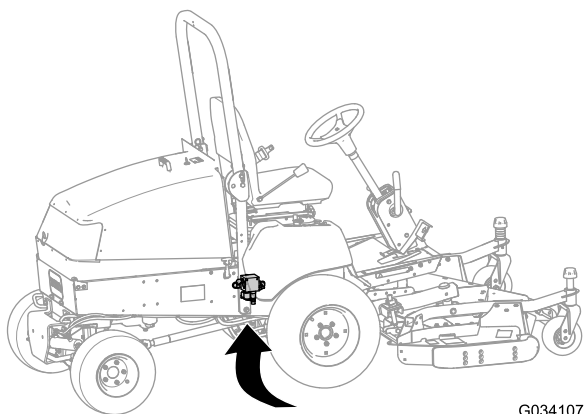

Figure 15
2. Localisez le collecteur de relevage sous la machine, à l'intérieur du profilé de cadre droit, derrière le pont avant (Figure 15).